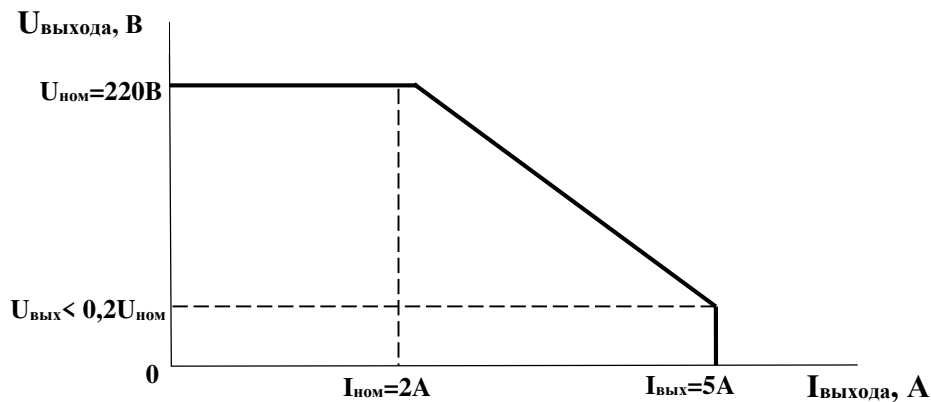

Рис.1
* В ИПС-500-220В/220В-2А-D реализована функция динамической перегрузочной способности по току, что позволяет обеспечить селективную защиту вторичных цепей источника питания при наличии нескольких нагрузок. При возникновении короткого замыкания в одной из цепей произойдет увеличение выходного тока ИПС до $2,5 I_{ном}$ и, вследствие этого, отключение только поврежденной нагрузки. Зависимость выходного напряжения ИПС от выходного тока приведена на рис.1.